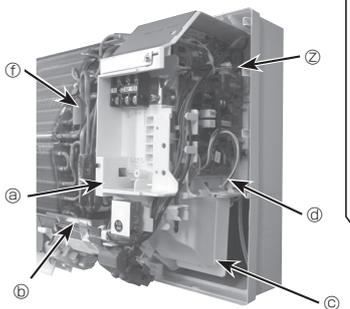

Fig. 6-5
8. Retire la guía del cable. (Fig. 6-5)
9. Extraiga el tornillo de la caja eléctrica. (Fig. 6-5)
10. Quite el termistor de la tubería de líquido (TH2). (Fig. 6-5)
11. Desprenda parcialmente la cinta del motor de paletas y afloje el cable. (Fig. 6-5)
12. Afloje el cable del motor del ventilador. (Fig. 6-5)